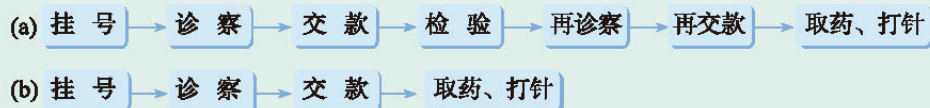

图2-7 医院就诊的两个流程图
- 1) 分别找出图 2-7 中 (a)、(b) 对应流程的环节，简要说明每个环节的功能和作用。
- 3) 比较图 2-7 中 (a)、(b) 的异同点。